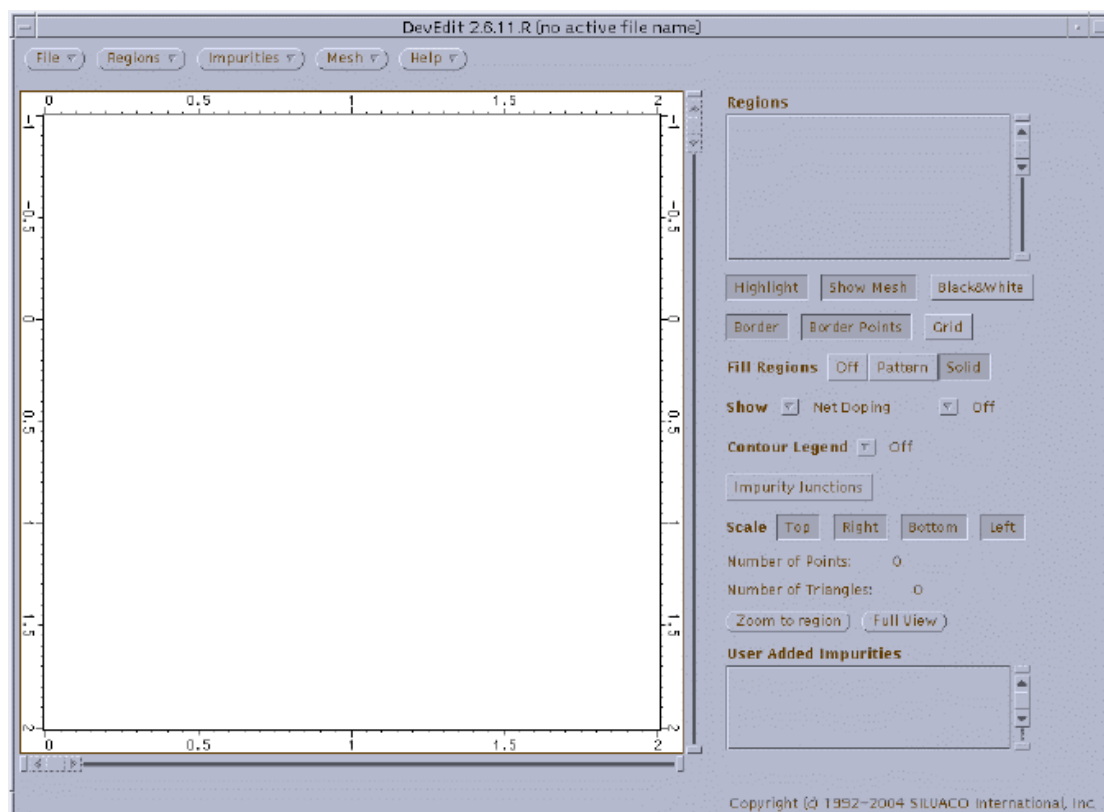

图 6.2 调整大小后的区域
5. 单击 **Apply**. 看到的将如图 6.2 所示.